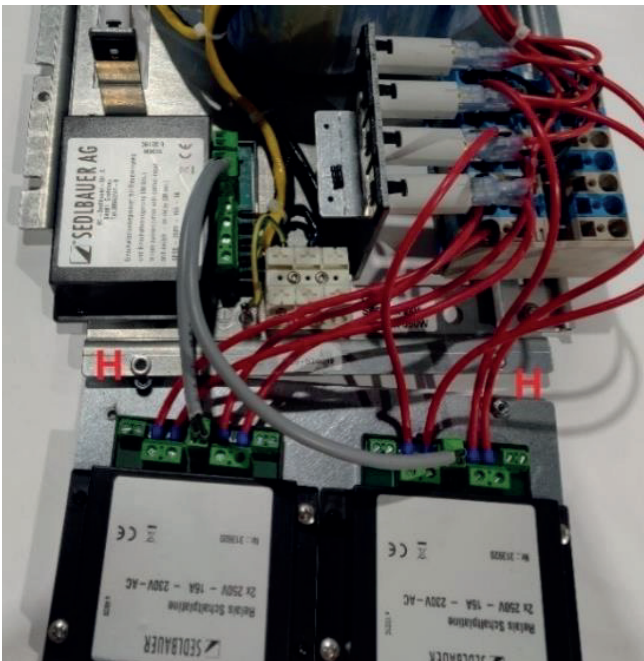

Abbildung 3: Montage der Erweiterungsplatte
- Legen Sie das Gerät auf einen Tisch und platzieren die Erweiterungsplatte wie in Abbildung 3 gezeigt.